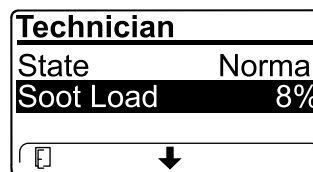

Figura 41
- Vizualizai cantitatea de funingine care este măsurată ca procent de funingine din DPF (Figura 41); consultai tabelul cu cantitatea de funingine.